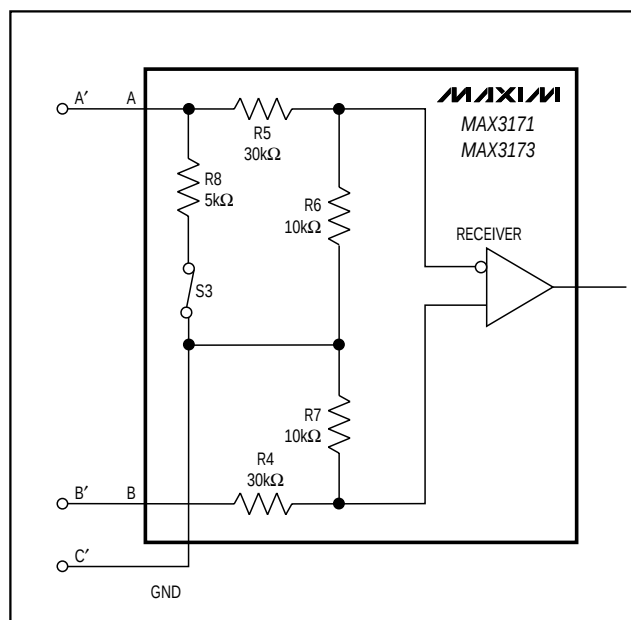

図12. V.28終端処理及び内部抵抗ネットワーク
V.28インタフェースは、非平衡型のシングルエンドインタフェースです(図12)。V.28ドライバは、A'とC'の間の負荷インピーダンスの両端に最小±5Vを生成します。V.28規格は入力トリップポイントを±3Vと定めています。
MAX3171/MAX3173 V.28モードレシーバは、レシーバが適正なフェイルセーフ動作をするようにスレッシュホールドが+0.8V~+2.0Vとなっています(「フェイルセーフ」を参照)。システムノイズの除去を良くするために、MAX3171/MAX3173のV.28レシーバは500mV(typ)のヒステリシスを持っています。V.28モードにおいては、図12のS3が閉じてレシーバ入力において5kΩ V.28終端処理がイネーブルされます。